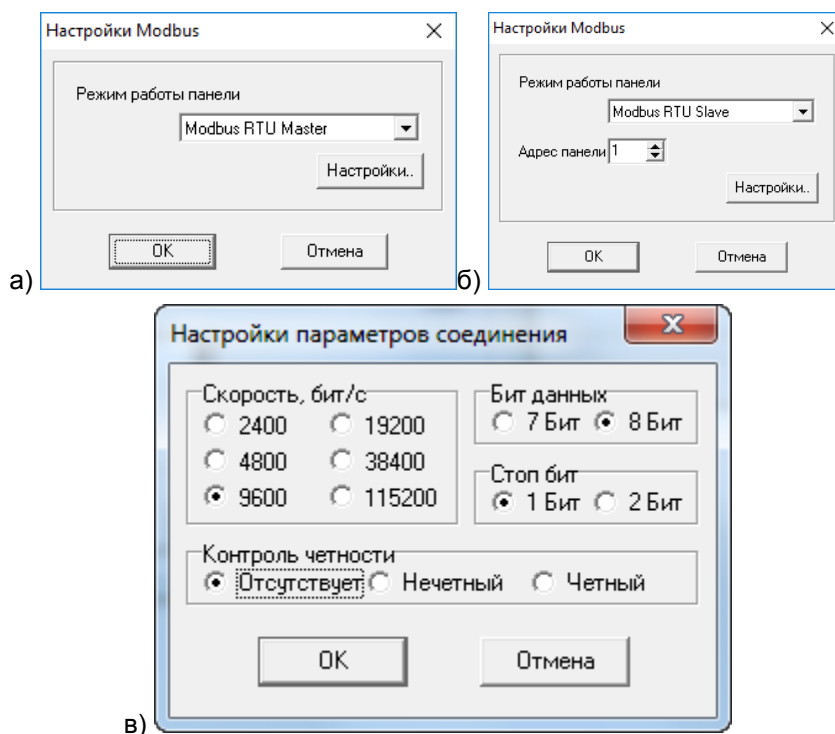

Рисунок 4.1 – Окна «Выбор ПЛК» (а) и «Настройки параметров соединения» (б)
1. Нажать кнопку «Новый проект» () панели инструментов, или выбрать команду Файл | Новый проект, или нажать сочетание горячих клавиш <Ctrl+N>. Откроется окно «Настройки Modbus» (см. рисунок 4.1, а или б).
- Для того, чтобы панель ИП320 работала Мастером, следует выбрать Modbus RTU Master (см. рисунок 4.1, а).
- Для того, чтобы панель ИП320 была подчиненным, следует выбрать Modbus RTU Slave (см. рисунок 4.1, б). В этом же окне выбирается адрес панели из диапазона 1...247.
3. В этом окне – нажать кнопку «Настройки». Откроется окно «Настройки параметров соединения» (см. рисунок 4.1, в).